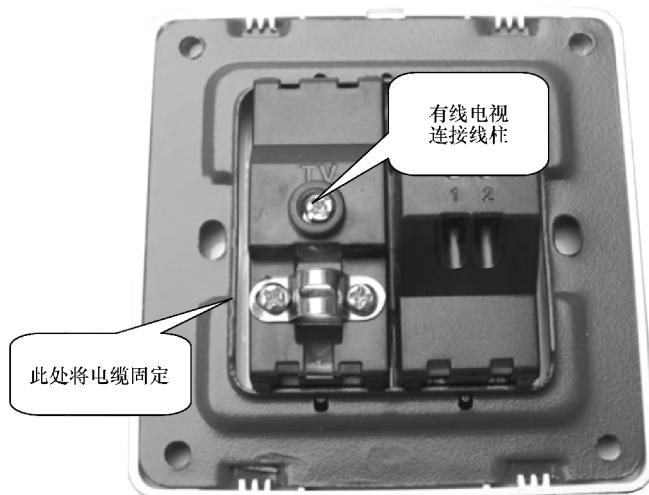

图 6-33 有线电视信息模块
2) 如图 6-33 所示，有线电视信息模块采用的是接线柱的连接形式，因此，只需要对同轴电缆进行简单的加工即可。